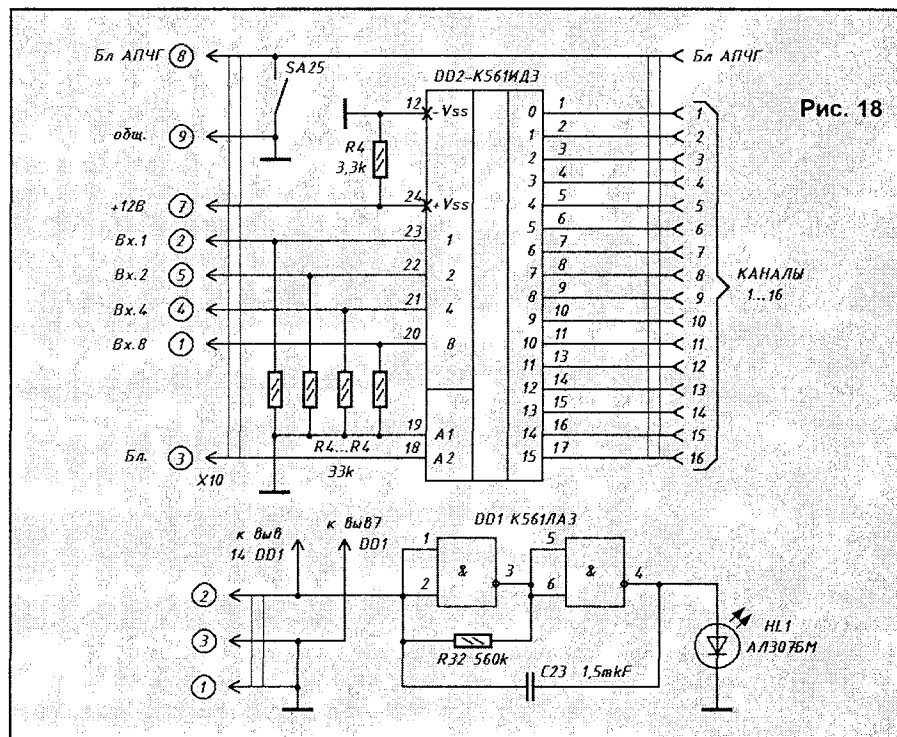

Рис. 18
1. Число программ СДУ можно легко увеличить с 8 до 16. Для этого блок А10 собирают по схеме, приведенной на **рис. 18**. Блок МДУ-1-3 позволяет это сделать, так как содержит четыре программных выхода РА...РД, уровни сигналов при той или иной включенной программе приведены в **табл. 1**.